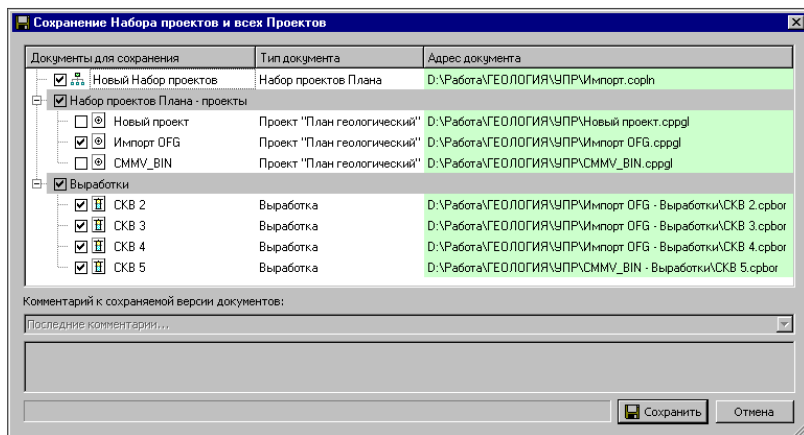

Рис. 14.4
В данном диалоге можно отметить флажками документы, которые необходимо сохранить, а также уточнить адреса хранения и имена наборов проектов и отдельных проектов (рис. 14.4).
- Снимите флажки напротив проектов – *Новый проект* и *СММВ_BIN* (рис. 14.4). Нажмите кнопку **Сохранить**.